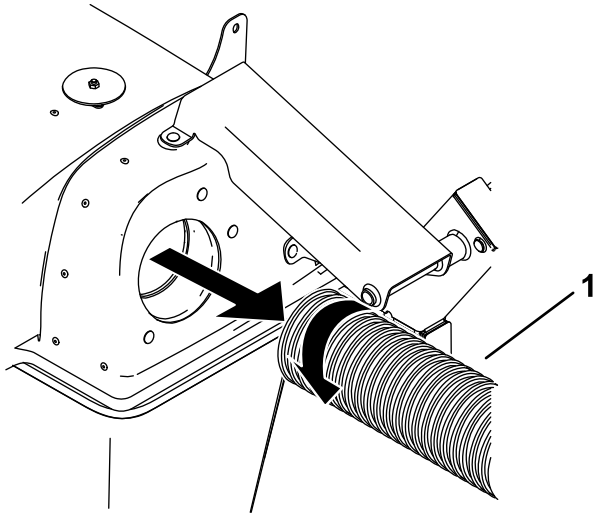

Figura 2
2. Retire o tubo da união (Figura 2).